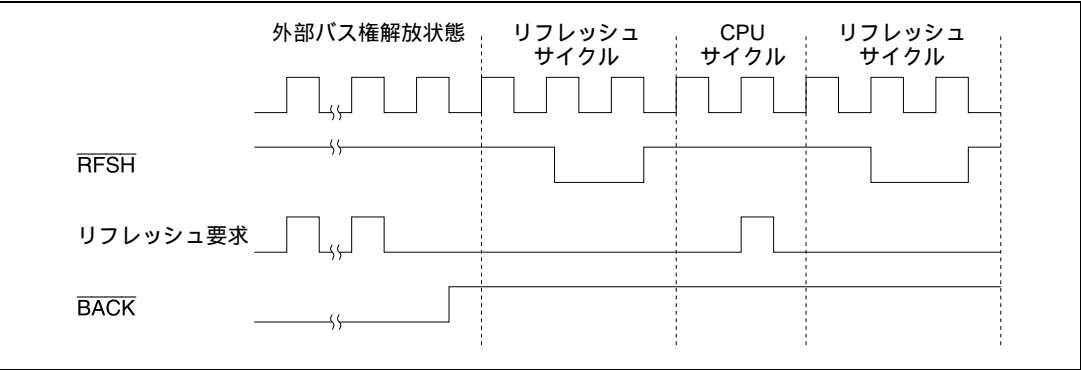

図 7.24 バス解放状態時のリフレッシュサイクル
- (2) 外部バス権解放状態、ソフトウェアスタンバイモード、またはバスサイクルがウェイトステートの挿入により長く続く場合、リフレッシュサイクルは実行されません。したがって、これらの状態では、別の方法でリフレッシュを行う必要があります。
- (3) 外部バス権解放状態中に内部でリフレッシュ要求が発生した場合、最初の要求が保持され、バス権解放状態解除後、リフレッシュサイクルが1回だけ実行されます。図7.24にその場合のバスサイクルを示します。